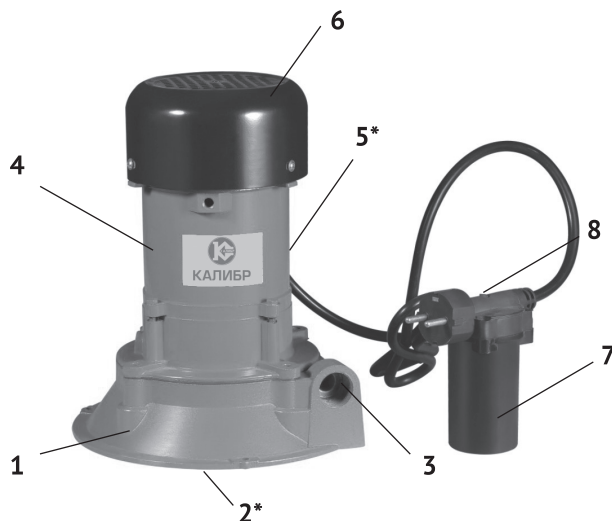

рис.1
Насос – гидравлическая машина, преобразующая механическую энергию приводного двигателя в энергию жидкости, обеспечивающую её движение. Привод насоса осуществляется однофазным асинхронным двигателем переменного тока (рис.1 поз.4). На якорь двигателя крепится рабочее колесо (крыльчатка) насоса, расположенное в металлическом корпусе (рис.1 поз.1). На корпусе насоса стрелкой указано направление вращения рабочего колеса.
Входное (всасывающее рис.1 поз.2) и выходное (нагнетающее рис.1 поз.5) отверстия имеют внутреннюю резьбу G¾ дюйма. В комплект поставки входят 2 штуцера для присоединения труб (шлангов) с резьбой G3/4».
На блоке управления (рис.1 поз.7) расположена клавиша выключателя (рис.1 поз.8). Она имеет два фиксированных положения: «I» - включено и «0» - выключено.
Общий вид насоса представлен на рис.1
3.3 Установить насос на ровной, твёрдой поверхности, как можно ближе к месту забора воды. Для уменьшения вибрации, желательно закрепить корпус насоса в месте установки болтами/саморезами (в комплект поставки не входит), используя крепёжные отверстия (рис.1 поз.9). Устанавливать насос следует так, чтобы ротор располагался строго по вертикали. Любое другое положение значительно снизит его производительность (до 30%) и приведёт к сокращению срока службы.
- после электрического подсоединения, блок управления (рис.1 поз.7) должен быть плотно закрыт, чтобы избежать попадания в него влаги;
- открыть вентиль В и отвернуть винт стравливания воздуха (рис.1 поз.5) на 2 – 3 оборота;
Для слива воды из насоса и напорной магистрали необходимо открутить винт сливного отверстия (рис.1 поз.5).